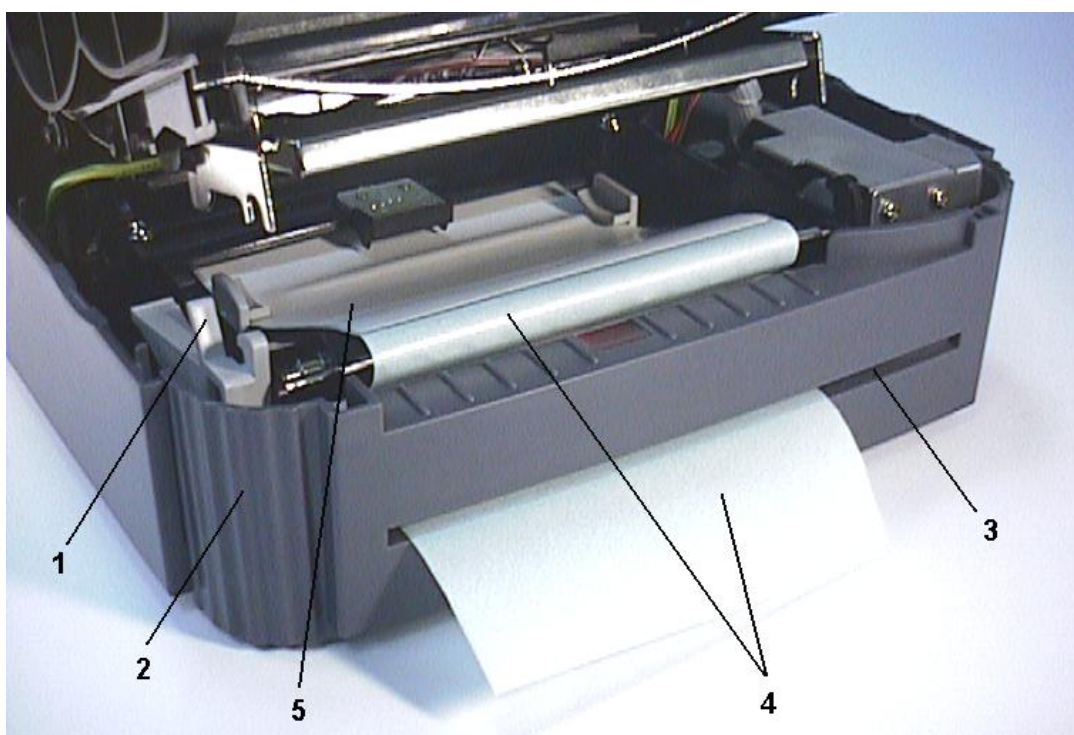

Рис. 8. Принтер подготовлен для работы с функцией автоотделения
3. Пропустите бумажную подложку через отверстие бумажной подложки на передней панели, как показано на рис. 8.